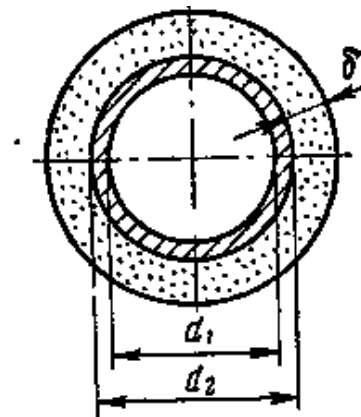

Рис. 4.
**Задача 5.** Определить секундную потерю тепла паропроводом длиной  $l = 50$  м (рис. 4). Паропровод покрыт слоем изоляции «совелит» толщиной  $\delta = 80$  мм. По паропроводу протекает насыщенный пар, давление которого  $p_{\text{абс}} = 30$  бар.